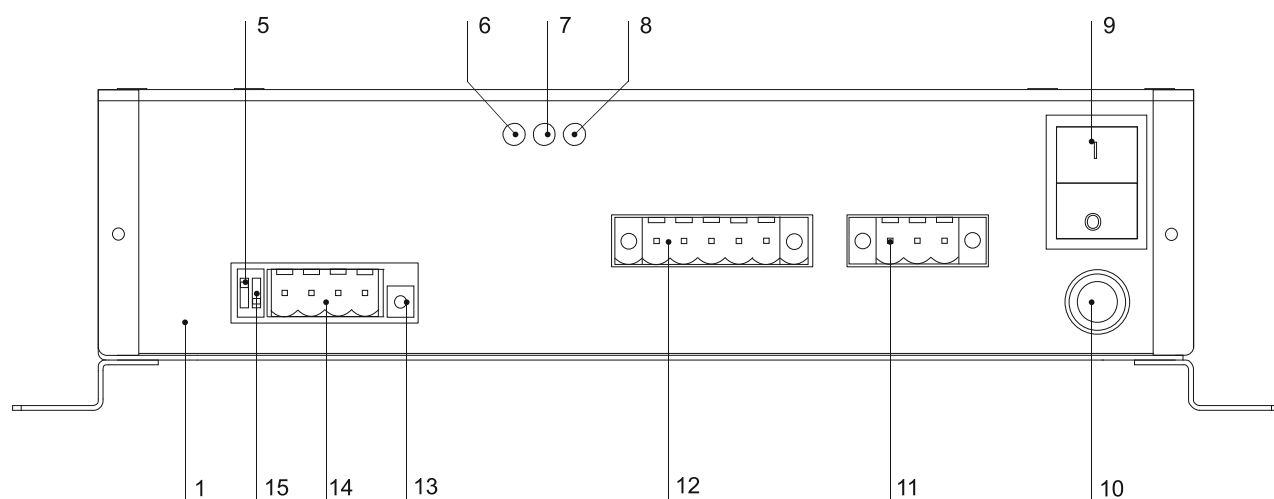

Рис. 2. Вид на панель коммутации прибора Тромбон – СОРС-АУ.
АУ имеет отдельный 4-х контактный разъем рис. 2 поз. 14., который предназначен для питания модуля управления и организации связи с ЛБС по интерфейсу RS485.
3). Подключите к разъему рис. 2, поз. 14 линию связи с ЛБС и другими АУ (АВУ) системы. Допускается подключение к одной линии различных устройств, таких как АУ и АВУ. Все устройства подключаются к линии связи с ЛБС последовательно, соединений типа «звезда» не допускается.
4). Включите согласующие резисторы у последних АУ (АВУ) в каждой линии. Включение резистора выполняется перестановкой переключателя рис. 2, поз. 15 в положение включено.
5). Подключите к разъему рис. 2. поз. 12 линию связи с оповещателями. Возможно одновременное подключение к АУ нескольких линий с различными напряжениями включения оповещателей: 30, 70, 100 и 120В.
6). Подключите к разъему рис. 2 поз. 11 линию связи с сетью 220В. **ВНИМАНИЕ!** Подключение к усилителю защитного заземления обязательно!
При изменении конфигурации системы или установке в систему ранее использованного АУ, необходимо выполнить смену его адреса на заводской (по умолчанию). Только после этого возможно запрограммировать этот АУ в систему. Для смены адреса на заводской необходимо включить переключатель в отсеке коммутации АУ рис. 2 поз. 5, после этого подать питание на модуль управления АУ (питание модуля управления подается по линии связи с ЛБС). Адрес АУ будет заменен на заводской. После этого необходимо выключить переключатель и запрограммировать АУ в систему.